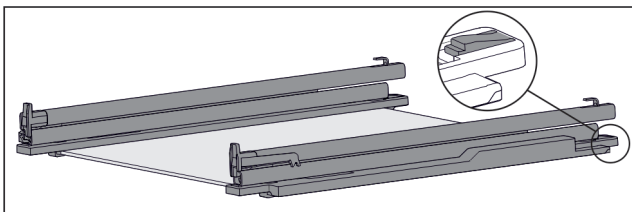

Fig. 120 Стъклена плоча с релси и задържащи части
- ▶ Натиснете надолу задържащата част отзад (виж Fig. 120) и едновременно с това избутайте релсата назад.